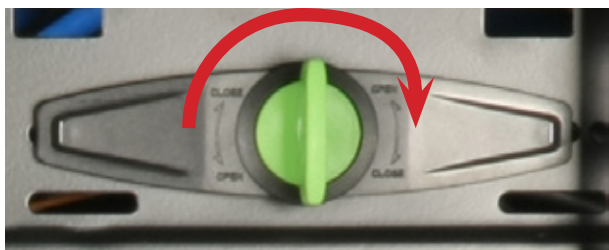

図18
4. 光学デバイスを、両側からツールフリーキットを使用して取り付けます。(図18)